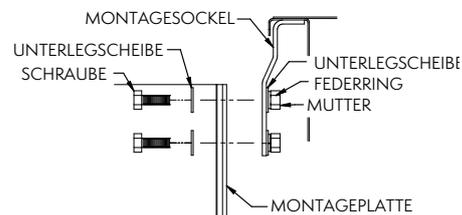

Abb. 21 – Befestigung der Montageplatte
2. Verschrauben Sie die Montageplatte mithilfe von 3/8" (10 mm) Unterlegscheiben, Sicherungsscheiben und Muttern an der Halterung (wie in Abb. 21 dargestellt).